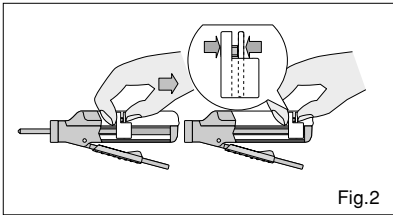

Fig.2
1. Assurez-vous que le piston est complètement enfoncé dans le distributeur. (Fig.2)
1. Accertarsi che il pistone sia completamente ritratto nel dispenser. (Fig.2)
1. Asegúrese de que el pistón está completamente plegado dentro del aplicador. (Fig.2)
1. Verzeker u ervan dat de dubbele plunjer volledig in de dispenser is geschoven. (Fig.2)